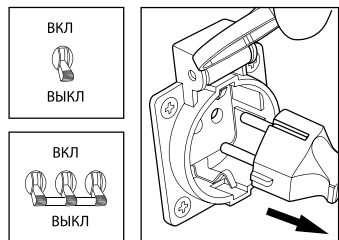

Рисунок 7.
6. Отсоедините все электрические нагрузки, отключите подачу напряжения на панели штепсельных розеток. Переведите основной прерыватель цепи переменного тока и прерыватель цепи трехфазного тока в положение «Выкл» (рис. 7).